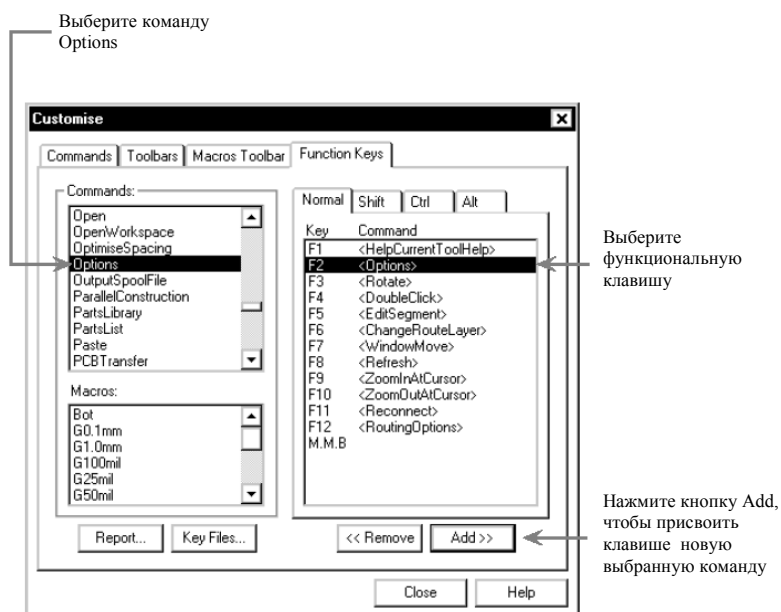

Рис. 6. Пользовательская настройка функциональных клавиш.
5. Нажмём кнопку Add (рис. 6).